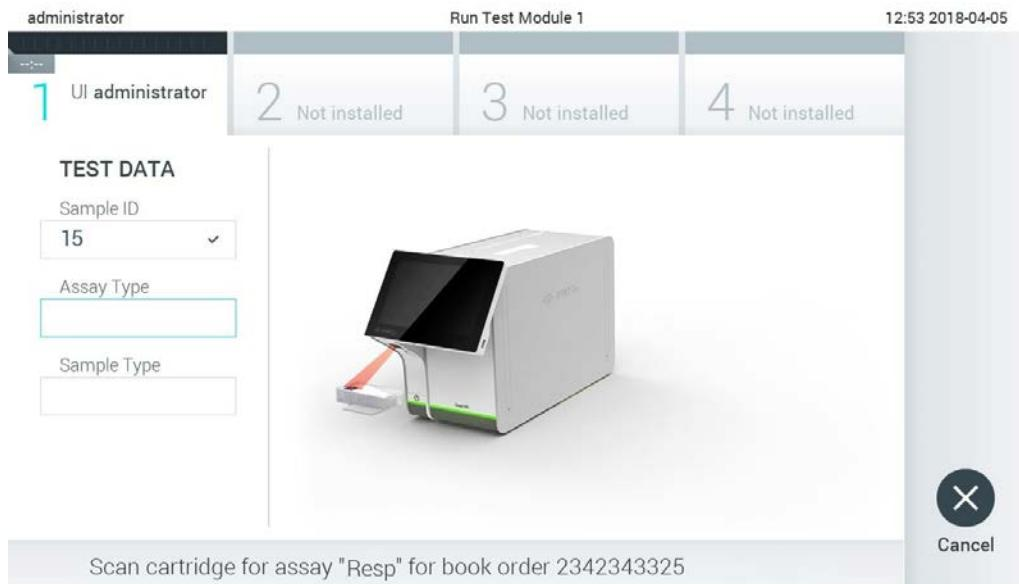

Figura 77. Scanarea codului de bare al cartușului de test QIAstat-Dx.
4. Atunci cand comanda testarii a fost primita cu succes de la gazdă, se afisează „Scan cartridge for assay <assay_name> and book order <order_number>” („Scanare cartuș pentru testul <nume_test> și pentru comanda fermă <număr_comandă>”). Scanați codul de bare al cartușului de test QIAstat-Dx specificat (Figura 77, pagina următoare).